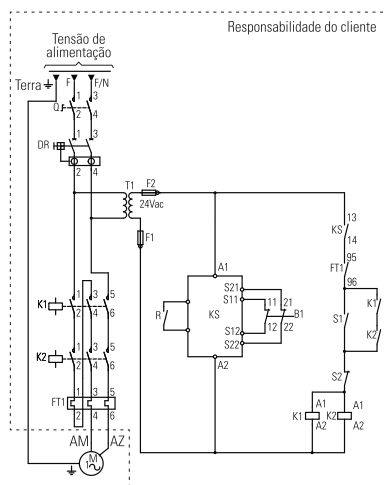

FIGURA 8.1 ESQUEMA DE LIGAÇÃO ELÉTRICA MONOFÁSICA PARA PRODUTOS PROFISSIONAIS / INDUSTRIAIS
- A figura 8.1 apresenta o diagrama elétrico recomendado para o produto.
Para o atendimento a norma NR12 é necessário realizar a instalação elétrica do produto conforme indicado na figura 8.1.
O esquema da Figura 8.1 orienta sobre a instalação que deverá ser realizada pelo cliente no Quadro de Distribuição para o ramal de alimentação que será utilizado para a ligação do equipamento.
Legenda (Figura 8.1)
O esquema da Figura 8.1 orienta sobre a instalação que deverá ser realizada pelo cliente em um painel para a ligação do equipamento.